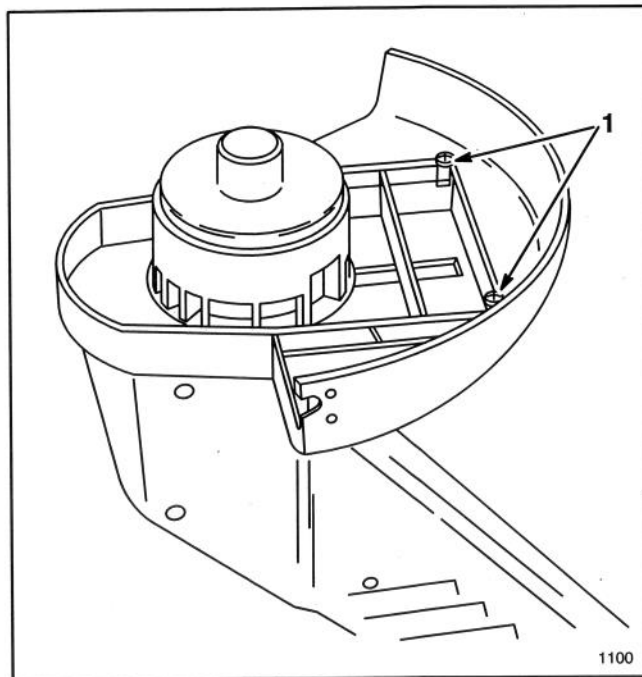

Figure 8
2. Retourner le taille-bordures, le bloquer et fixer le pare-herbe sur le bas du carter moteur avec deux (2) vis autotaraudeuses (Fig. 8).